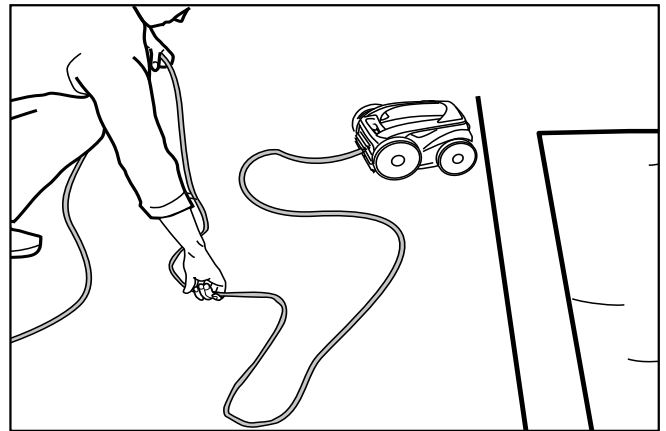

Figure 22. Démêler le câble d'alimentation
4. Commencer par la tête de nettoyage. Retirer tous les nœuds du câble (Figure 22).